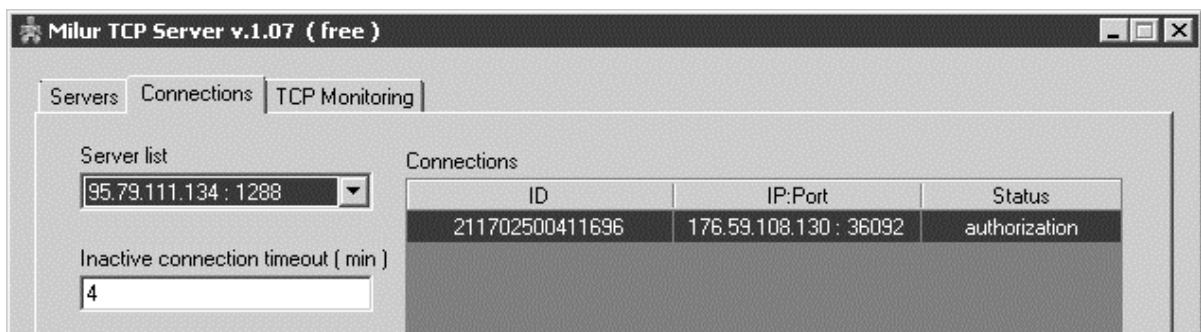

Рисунок 20
- на вкладке «Connections» в поле «Connections» на выбранном порту отобразится подключение с серийным номером GSM-модуля счетчика (рисунок 20).